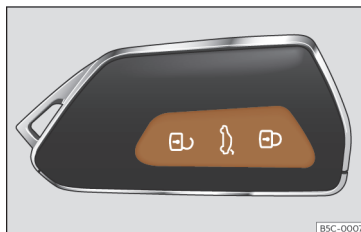

Fig. 75 Chave por comando à distância: teclas.
• Trancar: pressione o botão  >>> **Fig. 75.**